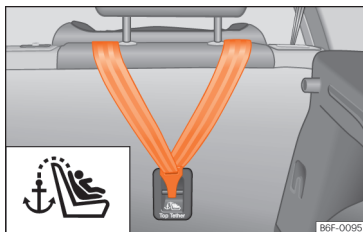

Fig. 37 Parte posterior dos bancos traseiros: argolas de fixação para o cinto Top Tether.
As cadeiras infantis com sistema Top Tether incluem uma corria adicional para fixação a um ponto de fixação no veículo. Este ponto de fixação encontra-se na parte traseira do encosto do banco traseiro (identificado com o símbolo ) e proporciona maior retenção »» **Fig. 37**.
- Deslize a corria e fixe-a corretamente na fixação da parte posterior do encosto »» **Fig. 37**.